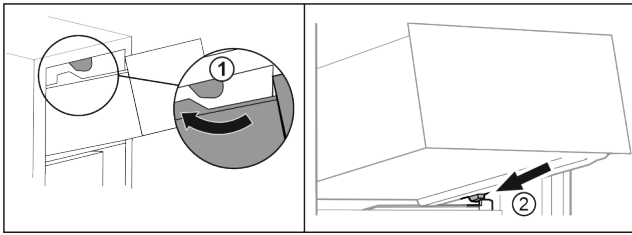

Fig. 83
- ▶ Прокарайте чекмеджето около горните ограничители. Fig. 83 (1)
- ▶ Поставете чекмеджето под ъгъл зад долните ограничители върху реброто на съда. Fig. 83 (2)